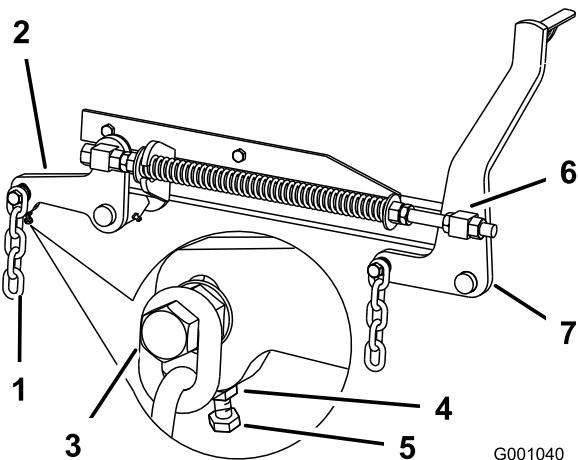

Figura 75
7. Si las medidas realizadas en las posiciones **B** o **C** no son correctas, afloje el perno que fija la cadena trasera al brazo de soporte trasero (Figura 75).
8. Afloje la contratuerca situada debajo del brazo de soporte trasero y ajuste el perno de ajuste hasta obtener una medida de 80 a 83 mm (3-1/8 a 3-1/4 pulg.) (Figura 75).
7. Afloje las contratuercas de pivote delantero, en la parte delantera de los pivotes derecho e izquierdo, aproximadamente 13 mm (1/2 pulg.) (Figura 75).
8. Ajuste las tuercas de elevación en el lado izquierdo derecho de la máquina hasta obtener una distancia de 6 a 10 mm (1/4 a 3/8 pulg.) menos en la parte delantera en **A** que en la parte trasera, en **B** (Figura 75).